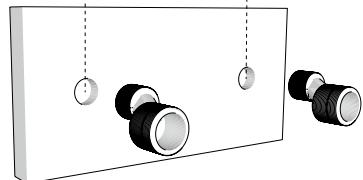

Figura 2 / Figure 2
**1-** Comprobar que la distancia entre los centros de los orificios de salida de agua situados en la pared (Figura 2) esté comprendida entre los 130 y los 170 mm. Estas medidas corresponden al mínimo y al máximo de desplazamiento que permiten los racores excéntricos (A) con los que va equipado este mezclador para su instalación (Figura 2).